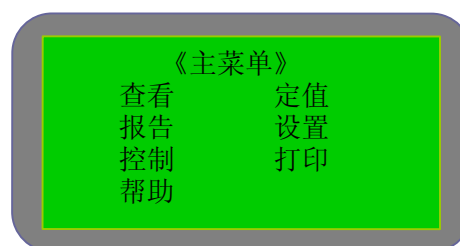

图 5-1
- 用户操作界面是一个多级菜单结构，从静态工作界面按任意键首先进入主菜单（图 5-1）；在主菜单按“退出”键或一分钟无操作，便可从用户操作界面回到静态工作界面。